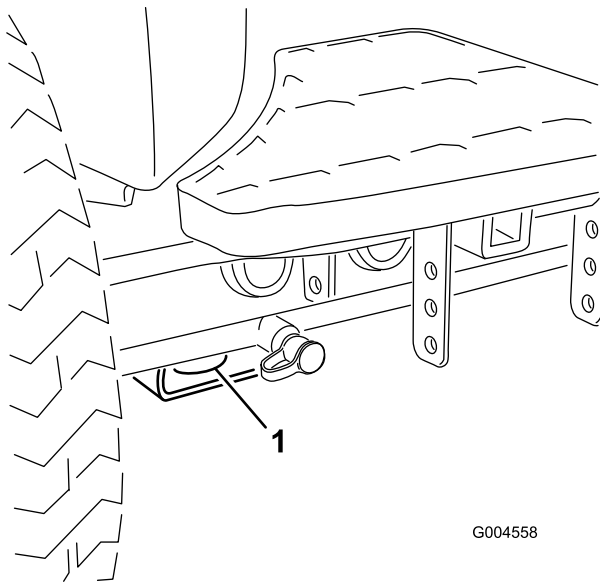

図 24
- ・ 前：各前輪の内側、アクスルチューブの下にある四角いパッド(図 24)